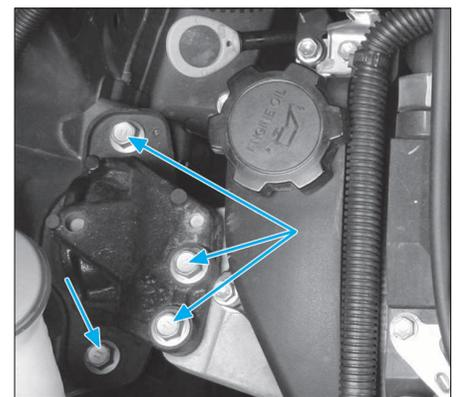

FIG. 82
- Déposer les vis de fixation du support moteur droit (Fig.82).